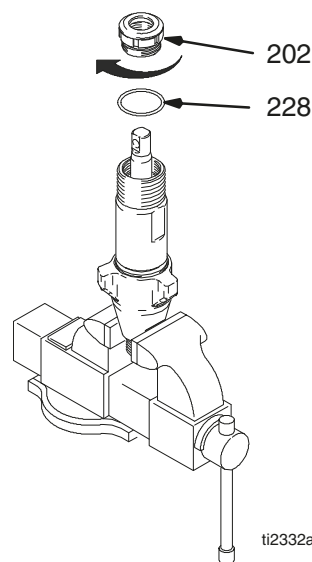

Рис. 20
Рис. 20. Затяните уплотнение и гайку уплотнения (202) на регулировочной шайбе (228) с усилием 140 ± 10 дюймофунтов (100 ± 10 дюймофунтов для 244197, 244224, 244201, 245904).